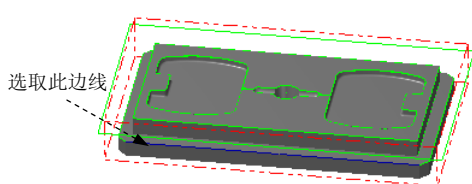
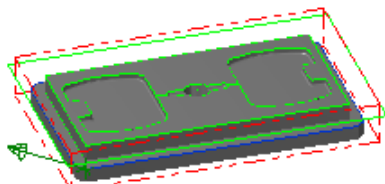

图 20.14 选取边线
图 20.15 定义区域
Step3. 设置加工区域。在图形区中选取图 20.14 所示的边线，在“串连选项”对话框中单击“反向”按钮 （效果如图 20.15 所示）。单击  按钮，完成加工区域的设置，同时系统弹出“2D 刀具路径-外形铣削”对话框。